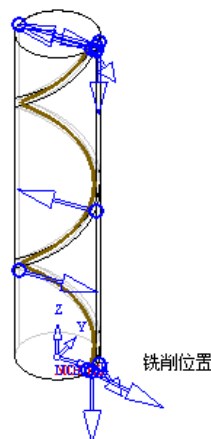

图4-32 刀路轨迹参数(3)
- 展开“刀路轨迹”选项，设置“行间模式”为“单个”，“插铣”为“深度”，并调整铣削位置和设置其他参数，如图4-32所示。